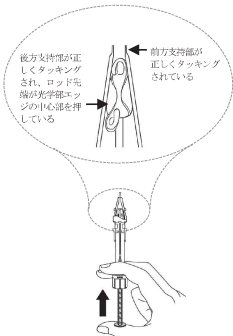

図6 ブランジャーを押し進め、支持部の位置・形状を確認
- ⑥ 支持部が図6に示す状態となるまで、ブランジャーをゆっくり(約5秒をかけて)一定の速度で前進させる。その際、ブランジャーを引戻さないこと。